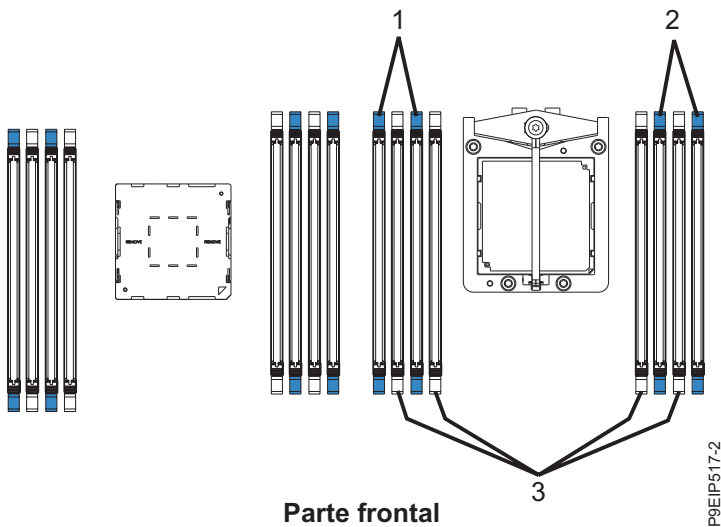

Figura 22. Secuencia de conexión de un procesador
- Para un sistema con un solo procesador, utilice la Tabla 5 en la página 25 y la Figura 22 en la página 25.